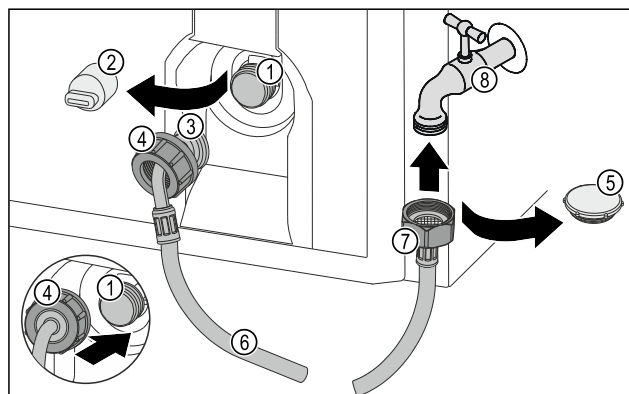

Fig. 23
- Uzavírací víčko Fig. 23 (5) odstraňte.
- Rovný konec hadice Fig. 23 (7) připojte k vodovodnímu kohoutku Fig. 23 (8).
- Utáhněte matici na rovném konci hadice Fig. 23 (7) ve směru hodinových ručiček.